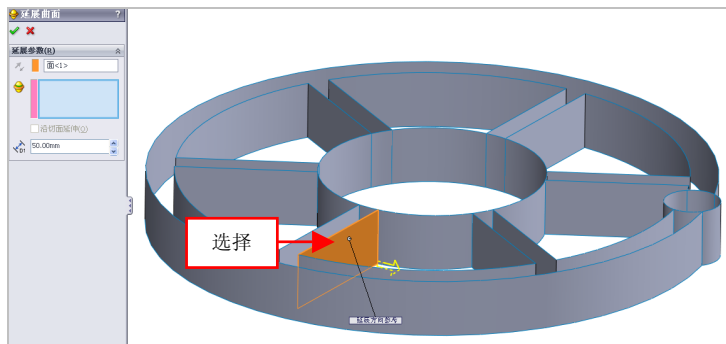

图 7-46 选择延展方向
(3) 弹出【延展曲面】属性管理器，选择合适的曲面为延展方向，如图 7-46 所示。